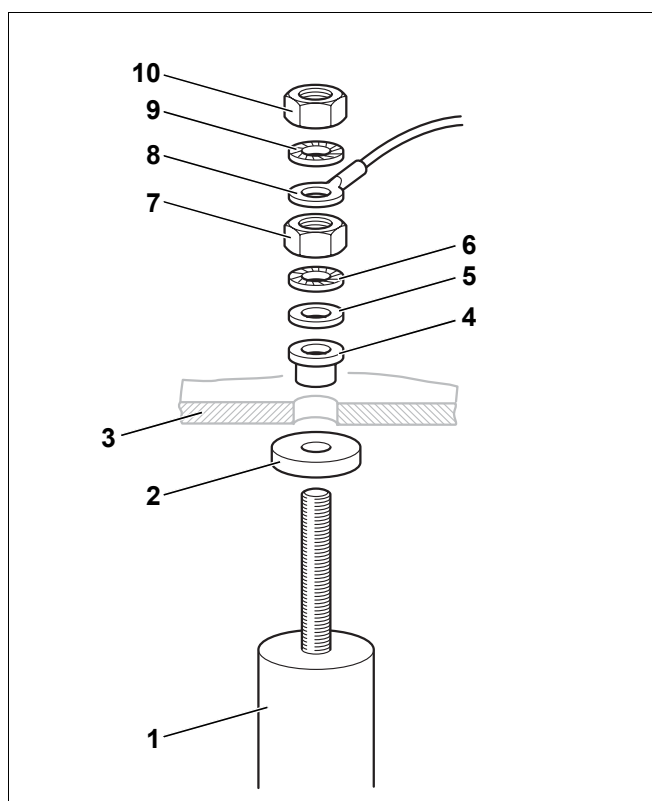

Рис. 15 Замена магниевого анода
- Проверить износ магниевого анода (рис. 15, поз. 1). Заменить анод, если его диаметр уменьшился примерно до 15 – 10 мм.
- Отвернуть гайку М8 (рис. 15, поз. 10), чтобы освободить ушко заземляющего провода (рис. 15, поз. 8).
- Отвернуть гайку М8 (рис. 15, поз. 7).
- Снять крышку люка (рис. 15, поз. 3) с магниевого анода (рис. 15, поз. 1).
- Установить новый магнийевый анод со всеми мелкими деталями, входящими в поставку, как это показано на рис. 15.